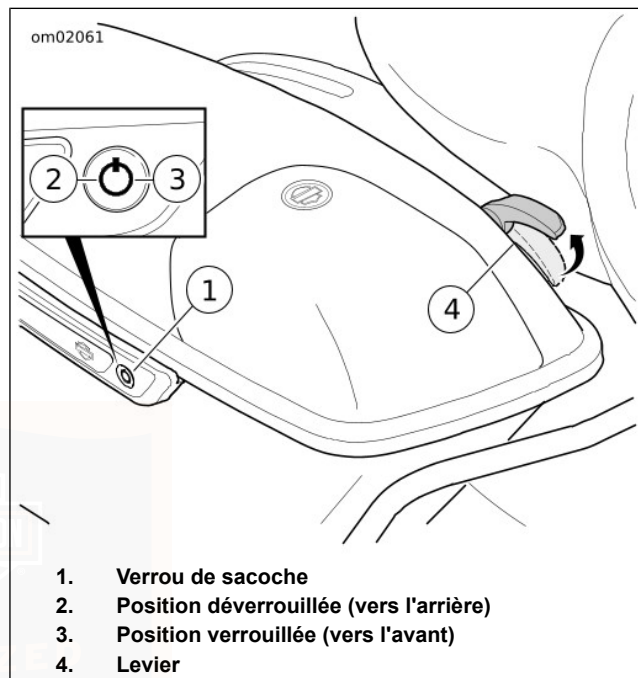

Figure 27. Sacoche
Clé : Voir Figure 27. Insérer la clé. Tourner la clé d'un quart de tour vers l'avant du véhicule. Remettre la clé en position centrale pour la retirer.
Clé : Voir Figure 27. Insérer la clé. Tourner la clé d'un quart de tour vers l'arrière du véhicule. Remettre la clé en position centrale pour la retirer.
1. Voir Figure 27. Déverrouiller la sacoche.
1. Voir Figure 27. Fermer le couvercle de la sacoche.
1. Voir Figure 27. Ouvrir la sacoche.
1. Voir Figure 27. Positionner soigneusement la sacoche dans son rail. Aligner les œillets de montage avec le support de fixation.